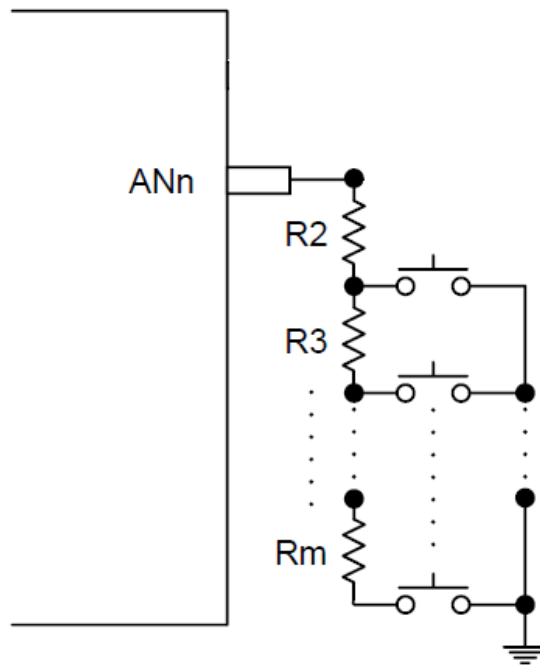

Figure 17-3 ADC 按键输入串联电阻应用参考图
6. 如果 Figure17-3 中的某个键被按下，端口上就会有一个电压值，当这个电压值小于 4.2V（@VDD=5V）时，AMWIF 标志位会被拉高。芯片也会从省电模式醒来，同时进入 ADC 中